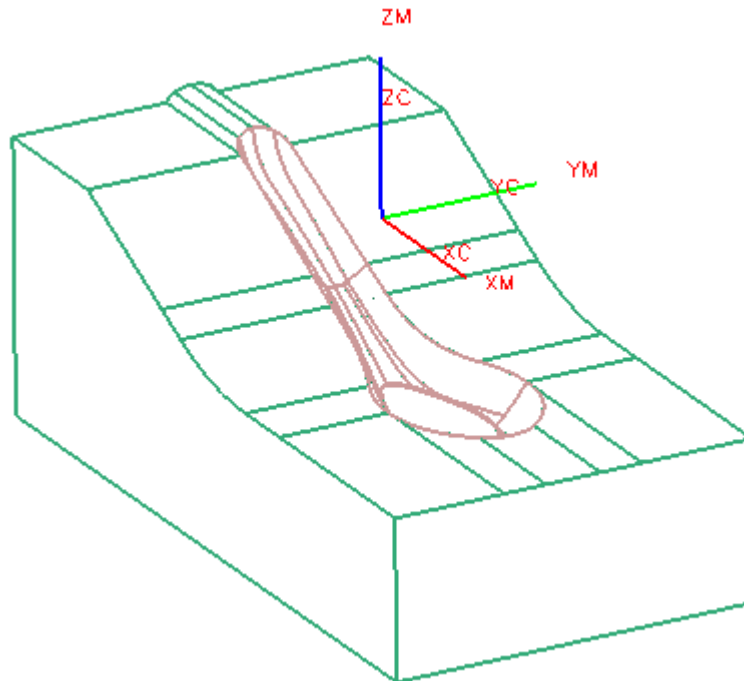

图 9-153
- 在操作对话框中，单击 ，选择如图 9-153 所示的表面，单击 OK。